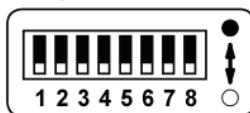

Рис.1. DIP-переключатели.
- 3.3. Установите DIP переключателями значение выходного тока, необходимого для питания подключаемой нагрузки. Соответствие положения переключателей и тока указано на корпусе декодера. Чёрная точка соответствует верхнему положению переключателя, белая – нижнему (Рис.1).